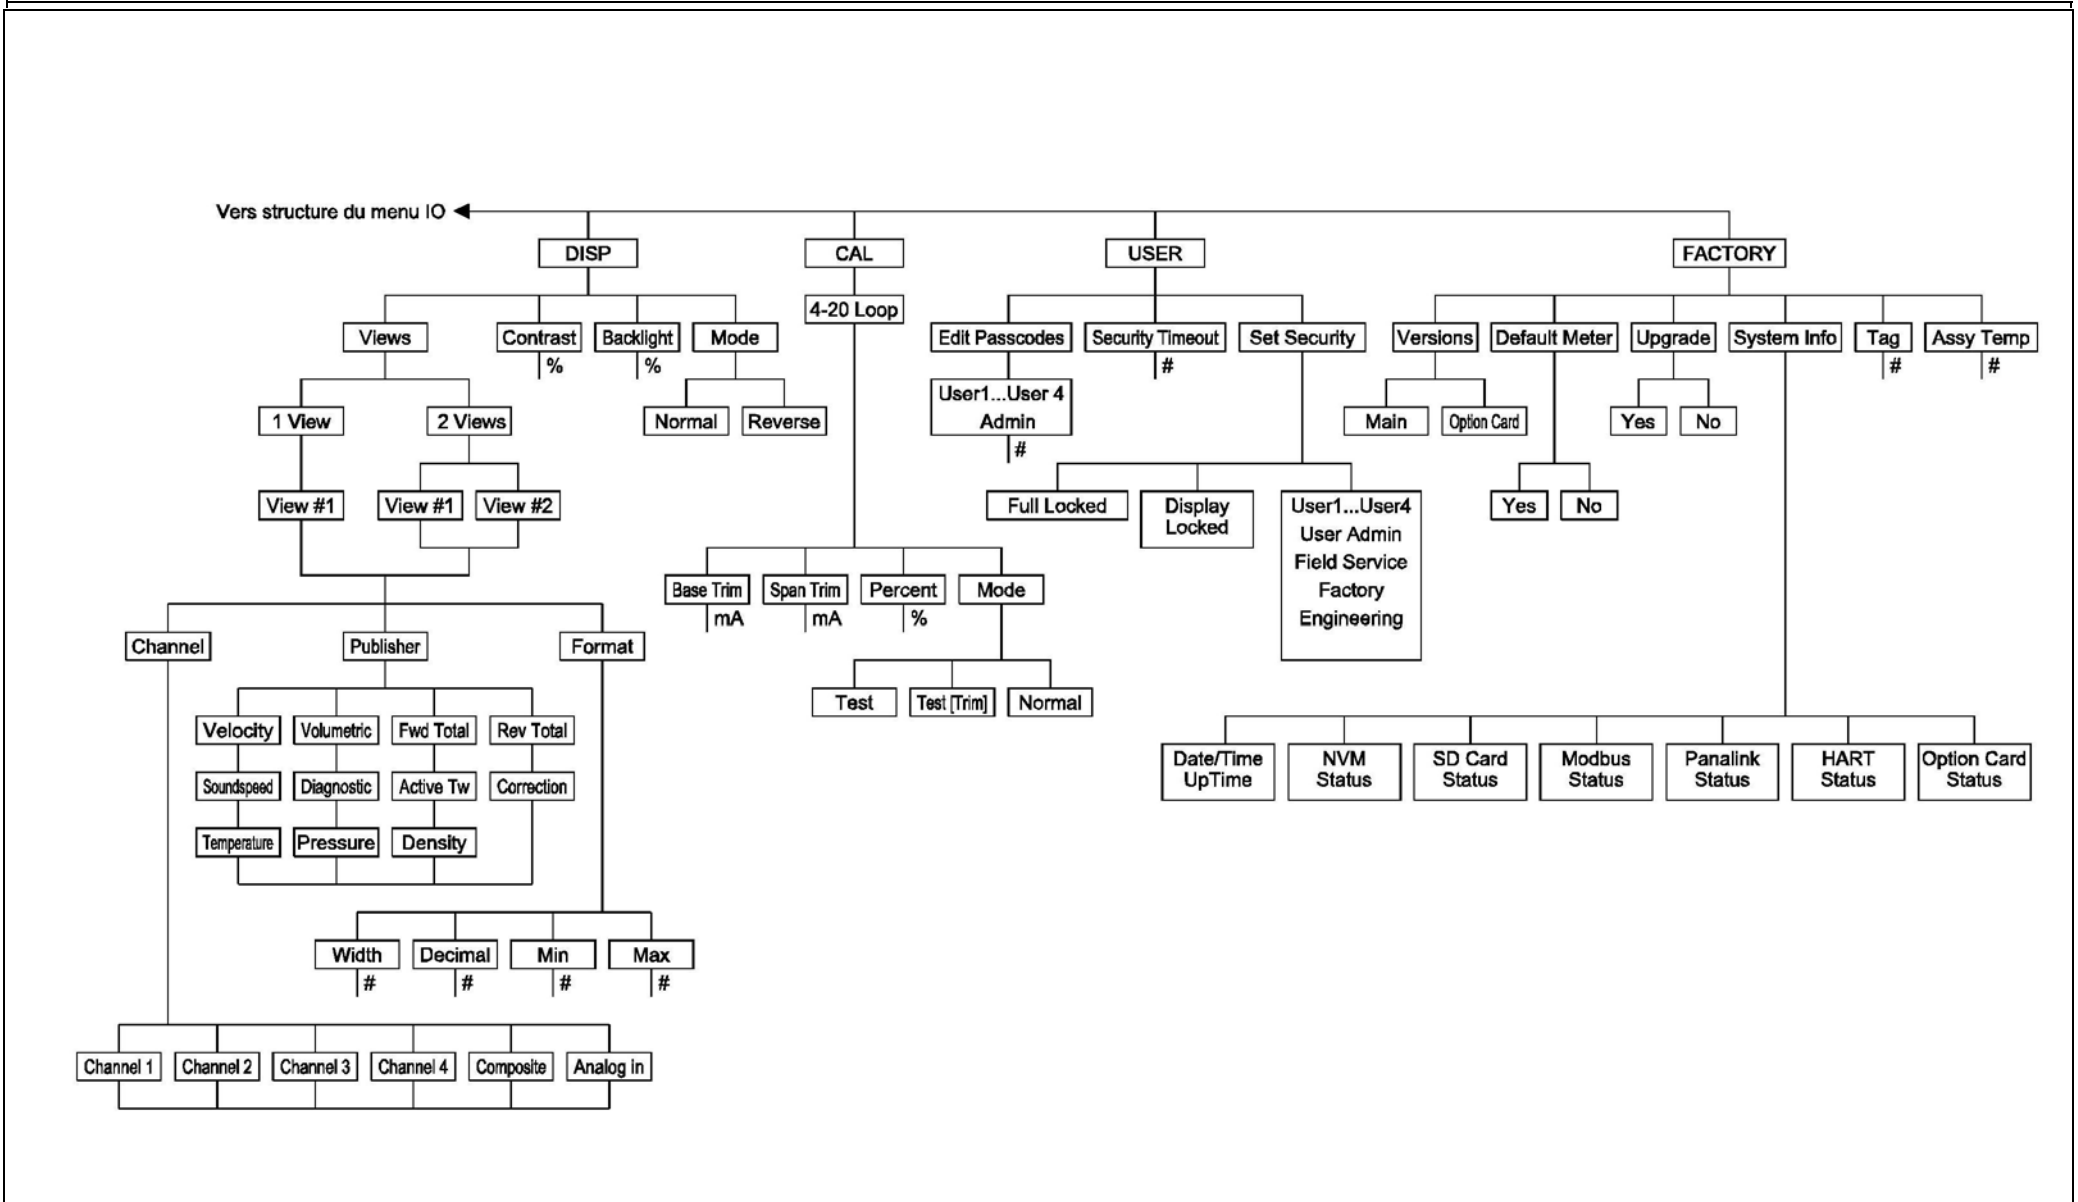

Figure 238: Structure des menus DISP, CAL, USER et FACTORY
- Figure 238 : Structure des menus DISP (Affichage), CAL (Etalonnage), USER (Utilisateur) et FACTORY (Usine)